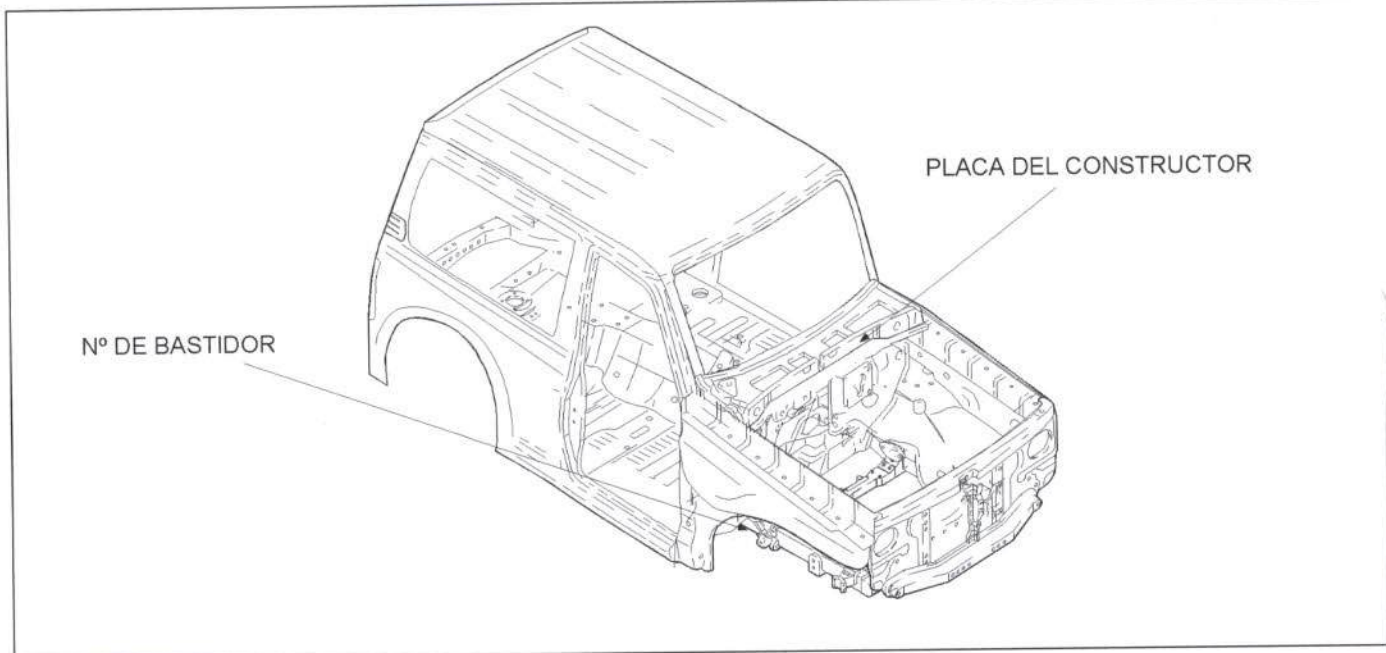

Figura 1.- Situación de las placas de identificación del vehículo y número de bastidor
Las características que identifican al vehículo se recogen, debidamente codificadas, en diversos puntos de la carrocería, tal y como se refleja en la figura 1.
• El **número de bastidor** se encuentra troquelado en el larguero derecho del bastidor, a la altura de la chapa salpicadero (figura 1).